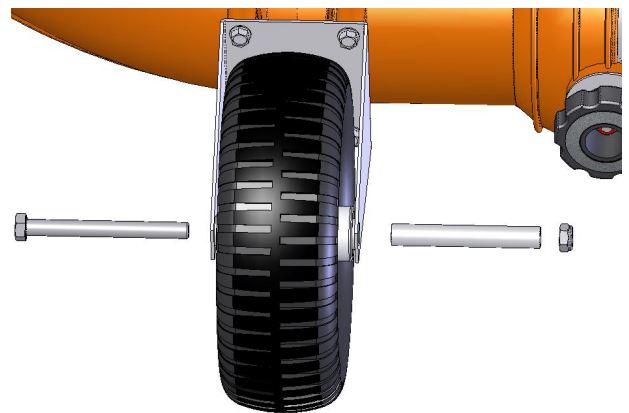

Fig. 2
2. Montera framdäcket med utrustningen på framhjulsfästet. Använd ett block för att lyfta maskinens framdel från marken. Lägg in hjulmellanlägget (artikel #17) i hjulet och placera det mellan fästet. Sätt slutligen in skruven (artikel #20) genom fästet, hjulet och mellanlägget och fäst den med muttern (artikel #27). (Se Fig. 2)